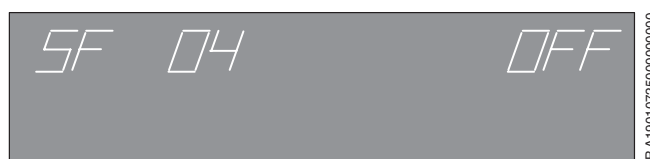
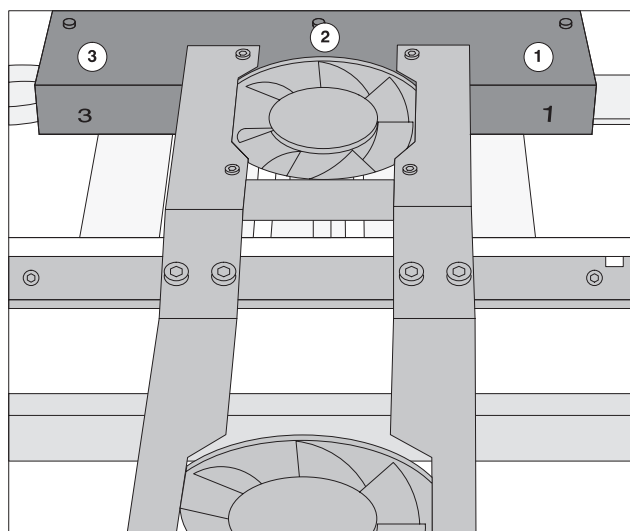

Рис. 16 Специальная функция 04: РАСПЫЛЕНИЕ ПОРОШКА ВКЛ/ВЫКЛ
Рис. 17 Регулировка форсунки
- ❷ Положить на стол приемки темный печатный лист.
- ❸ Нажать на кнопку СПЕЦИАЛЬНЫЕ ФУНКЦИИ.
- ❹ С помощью цифровой клавиатуры вызвать специальную функцию "РАСПЫЛЕНИЕ ПОРОШКА ВКЛ/ВЫКЛ" (Специальная функция SF 04) (Рис. 16).
- ❺ С помощью кнопки + отрегулировать функцию "РАСПЫЛЕНИЕ ПОРОШКА ВКЛ.". Дисплей показывает "ON". Противоотмарывающий аппарат будет непрерывно распылять порошок на листы в процессе печати тиража.
- ❻ Расход противоотмарывающего порошка на форсунках (Рис. 17/❸) дозируется с помощью соответствующей поворотной ручки на противоотмарывающем аппарате (Рис. 15/❷).
На Рис. 17 показана планка для распыления порошка на приемке.